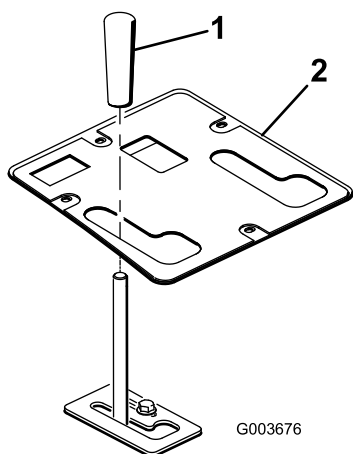

Рисунок 18
10. Закрепите панель управления ранее снятыми деталями крепления (Рисунок 18).
11. Установите головку на рычаг подъема (Рисунок 18).